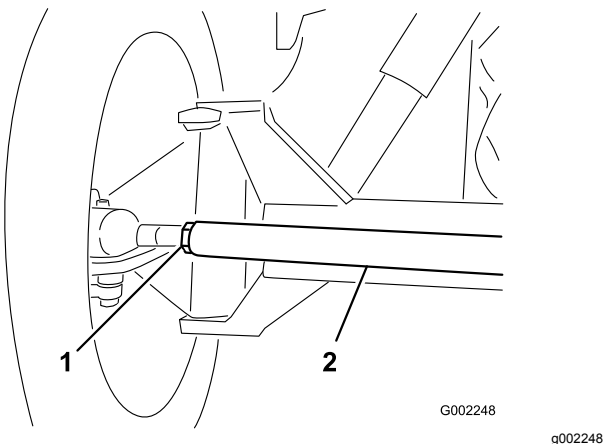

Bild 84
3. Wenn der Wert nicht im angegebenen Bereich liegt, lösen Sie die Klemmmuttern an beiden Ende der Spurstange (Bild 84).